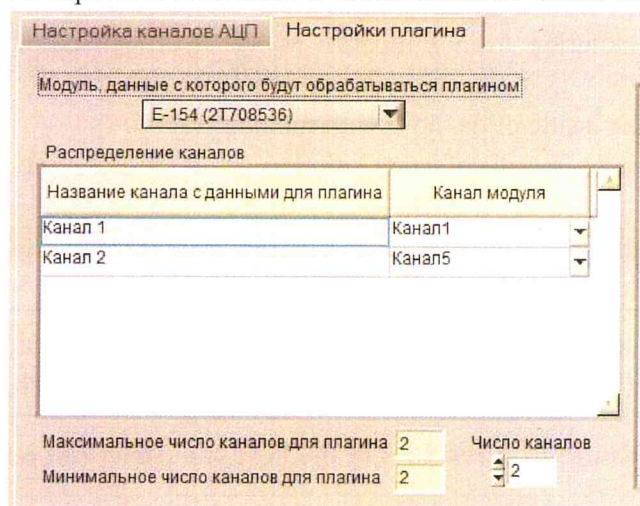

Рисунок 16. Выбор каналов для суммирования
- 8) В окне «Распределение каналов» выберите каналы, которые необходимо суммировать (например, в случае 1 разъема необходимо выбрать 1 и 5 каналы модуля) (рисунок 16). После этого нажмите кнопку «Сохранить и выйти» в нижней левой части окна.